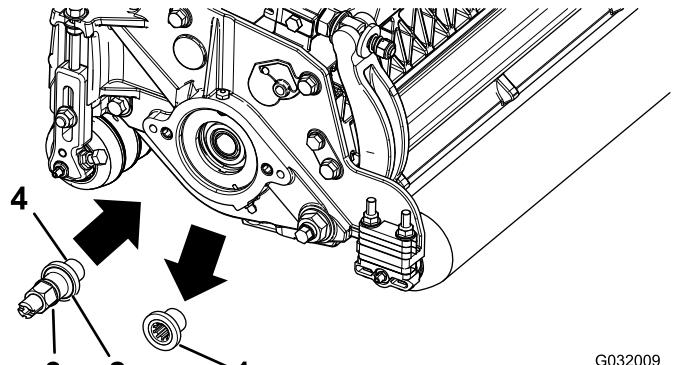

Figura 2
2. Rimuovete ed eliminate l'inserto filettato dell'apparato di taglio per la trasmissione della spazzola per rullo posteriore (Figura 2).
4. Applicate il frenafiletto alle filettature dell'albero di trasmissione (Figura 2) e installate l'albero di trasmissione sinistro o destro, serrando da 115 a 129 N·m.